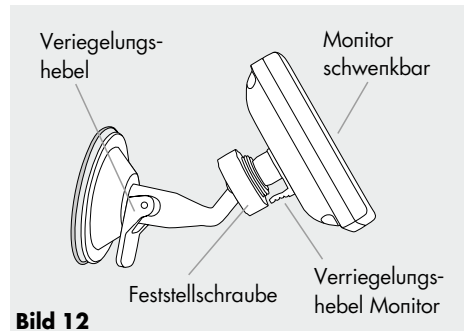

Bild 12
- Stecken Sie die eckige Monitoraufnahme des Monitorarms **10** in die vorgesehene Aussparung auf der Rückseite des Monitors ein. Schieben Sie nun den Monitorhalter nach oben, bis dieser eingerastet ist (siehe Bild 12).